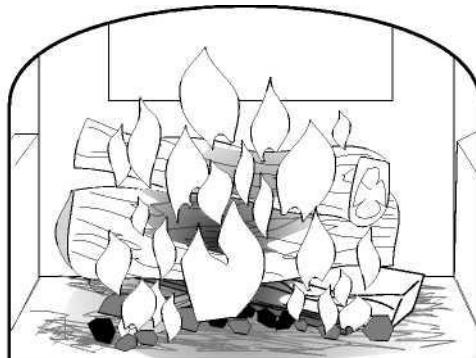

Рисунок 41. После того как в топке не появится слой тлеющих угольков, глубиной примерно в 3" (75mm) добавляйте целые дрова.
5. Поместите уголь по середине топки (рисунок 41) и добавьте дров, желательно поменьше. Со временем, вы можете начинать увеличивать количество добавляемых дров для отопления всего дома.